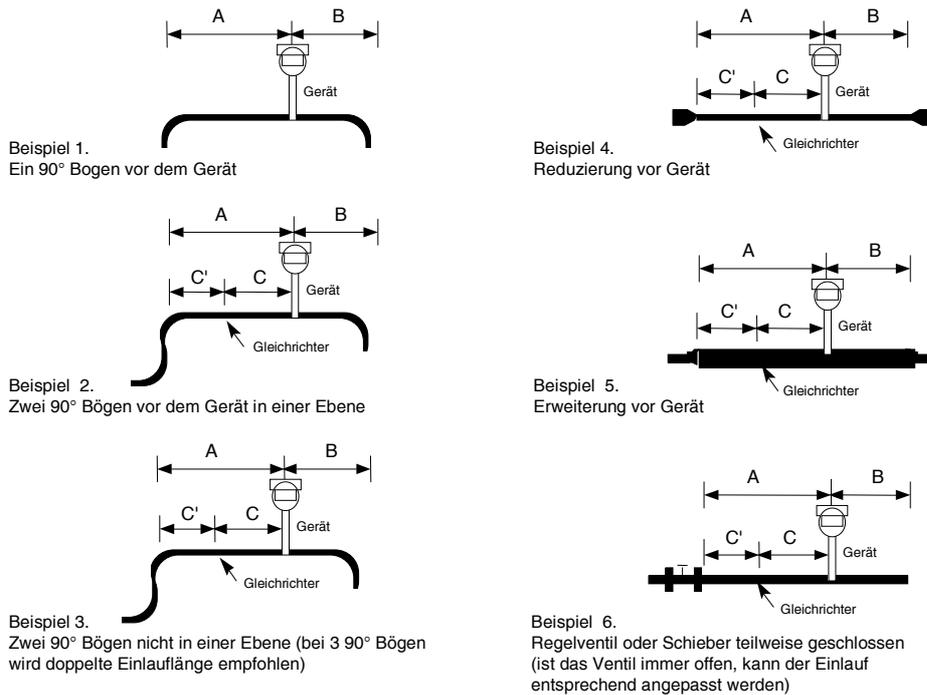

Bild 3 Empfohlene Längen von Ein- und Auslaufstrecken
Wie in Bild 3 gezeigt, haben DVH / DVE Durchflussmesser konstante Strouhal- Zahlen über einen weiten Bereich von Reynolds- Zahlen, was einen linearen Ausgang über große Durchflussbereiche und Medienarten gewährleistet. Unterhalb dieses Bereiches korrigiert die intelligente Elektronik des DVH / DVE die Änderung der Strouhal-Zahl mit der Reynoldszahl. Die smarte Elektronik des Messgerätes korrigiert diese Unlinearität indem sie gleichzeitig den Druck und die Temperatur des Mediums misst. Diese Daten werden zur Berechnung der Reynoldszahl in Echtzeit eingesetzt. Das DVH / DVE Messgerät setzt automatisch die Reynoldszahl auf 5.000.
2. Die Ein- und Auslaufstrecken der Anlage entsprechen den Anforderungen, wie sie in Bild 3 auf Seite 18 aufgeführt sind.
2. Beachten Sie, dass der Installationsort den Bedingungen bezüglich Ein- und Auslaufstrecke entspricht, wie sie in Bild 3 beschrieben sind.